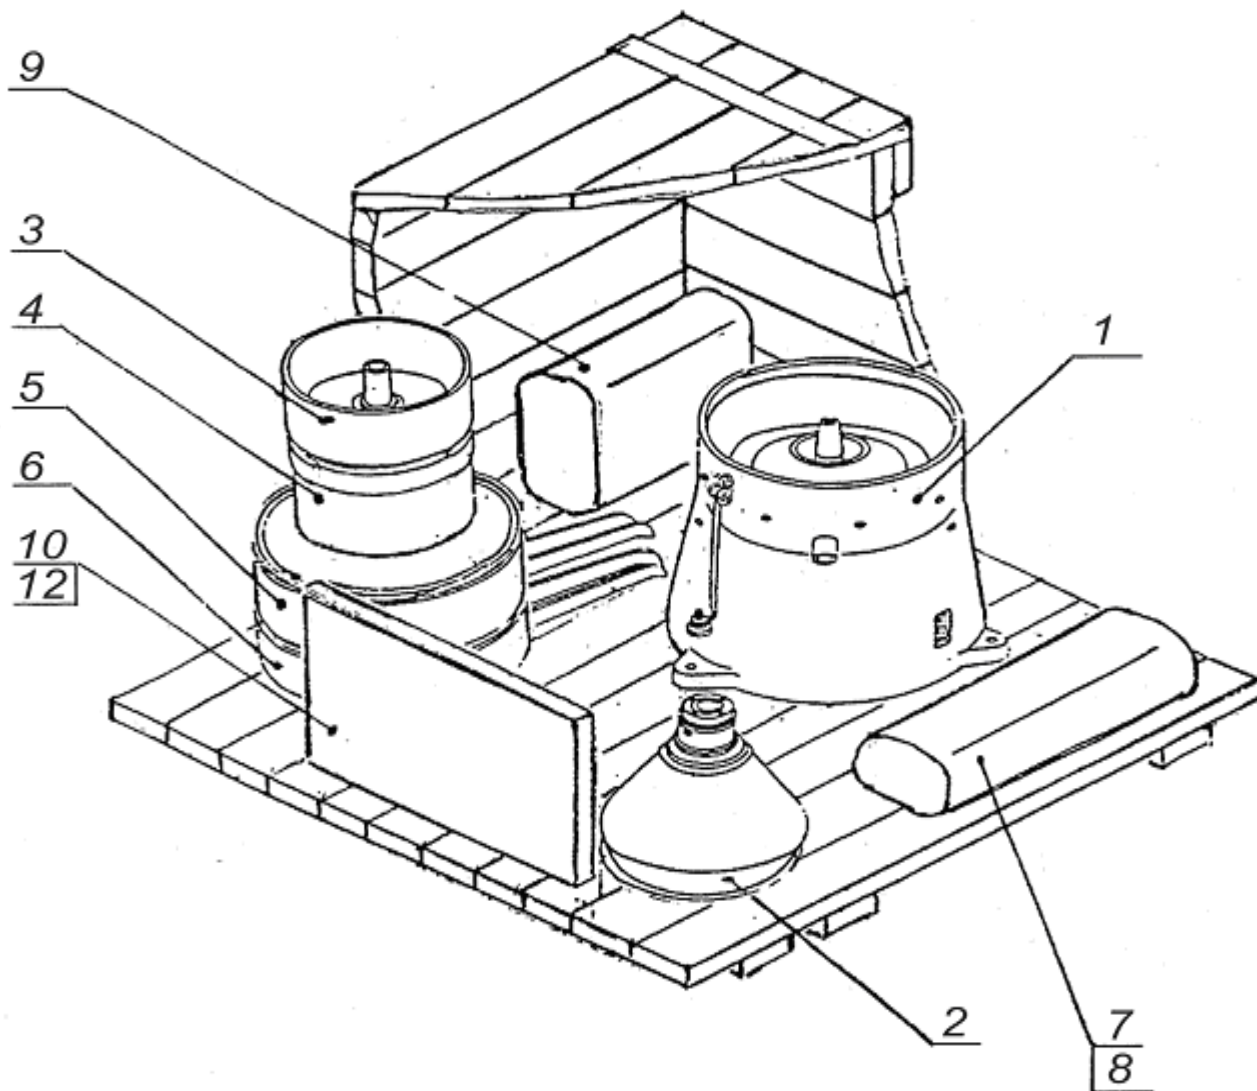

Рисунок 1.3 - Размещение составных частей сепаратора в ящике.
Тара представляет собой ящик (Рисунок 1.3), закрытый сверху крышкой и оббитый металлической упаковочной лентой.
1.9.2.1 К днищу ящика крепится корпус 1 (Рисунок 1.3) с двигателем при помощи трех болтов и стандартного крепежа.
Таблица 3 – Перечень деталей и сборочных единиц, упакованных в ящик (Рисунок 1.3)